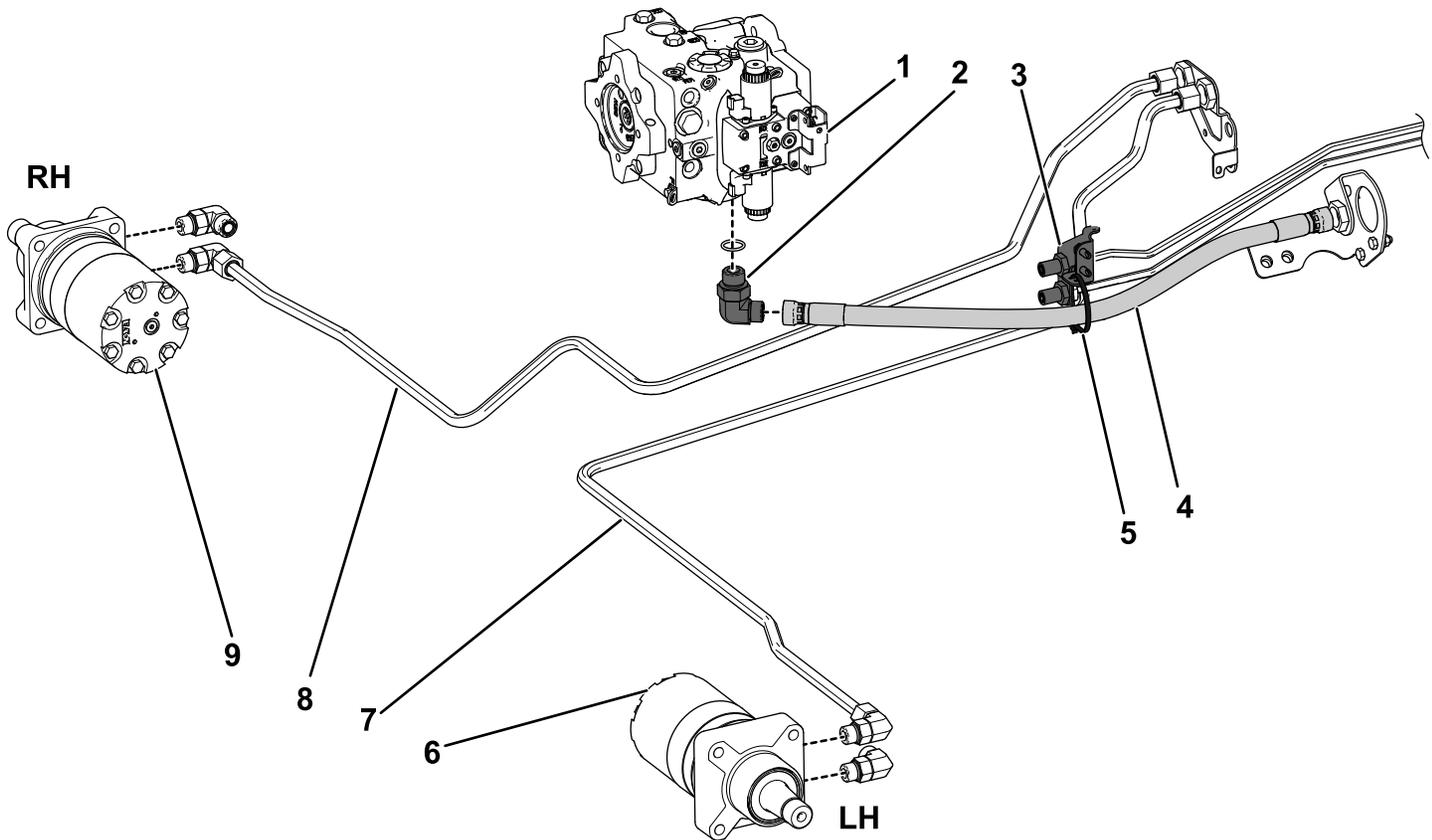

図 12
1. 油圧チューブP/N 108-7622を、右側ホイールモータのフィッティングと、右側フレームのバルクヘッドの右側油圧チューブに接続する 図 12。
2. 油圧チューブP/N 108-7623を、左側ホイールモータのフィッティングと、右側フレームのバルクヘッドの左側油圧チューブに接続する 図 12。
3. 可変ポンプの底部に、90° フィッティングを取り付ける 図 12。
- モデル 03950 と 03954 では、図 12のように、油圧ホースをバルクヘッドにケーブルタイで固定する。